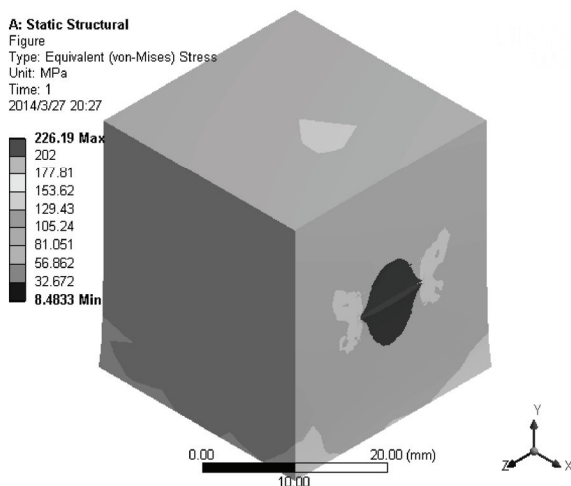

图 19-17 等效应力云图
4) 在 Outline 树结构图中的 Equivalent Stress 上单击右键, 在弹出的快捷菜单中选择 Evaluate All Results, 此时进行求解, 求解后得到的图形如图 19-17 所示。